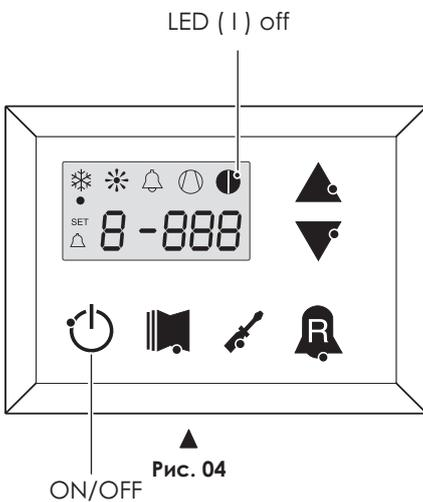

Рис. 04
Ввод в эксплуатацию следует выполнять со стандартными настройками. Изменять заданные значения температуры можно только после выполнения проверки работоспособности установки. Перед запуском необходимо подать питание на установку, как минимум, за 12-24 часа, установив магнитный защитный автоматический выключатель и общий выключатель замка двери во включенное положение (ON), см. рис. 3, и выключив питание пульта управления, см. рис. 04, чтобы обеспечить подогрев масла в картридже компрессора.